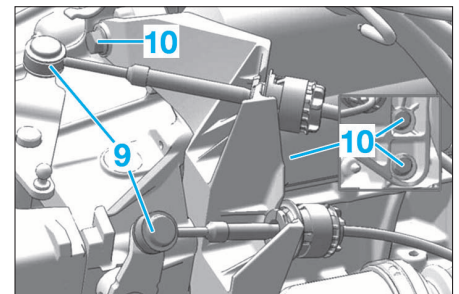

FIG. 4
- Ecarter ce dernier (8) sans ouvrir le circuit hydraulique.
- Désaccoupler les biellettes de commandes de boîtes (9) (Fig.4).